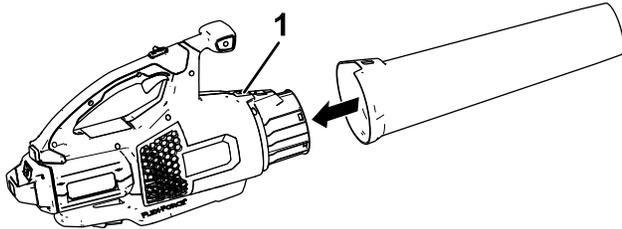

Bild 1
Setzen Sie das Laubbläserrohr in das Gehäuse des Laubbläser ein. Sie müssen die Rohrverriegelung für das Laubbläserrohr ggf. nach unten drücken, um sie zu arretieren (Bild 1).
3. Halten Sie den Griff und drücken Sie das Batteriepack in den Griff, bis der Riegel einrastet (Bild 1).